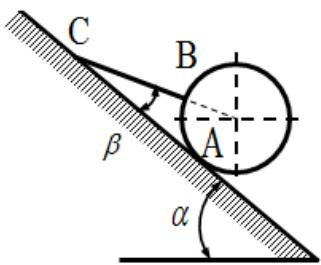

Рис. 1
- Однорідна куля масою  $m=90$  кг утримається на похилій площині ниткою BC (рис. 1). Визначити реакцію похилої площини і натягнення нитки, якщо кути  $\alpha=40^\circ$  и  $\beta=20^\circ$  (30 балів).